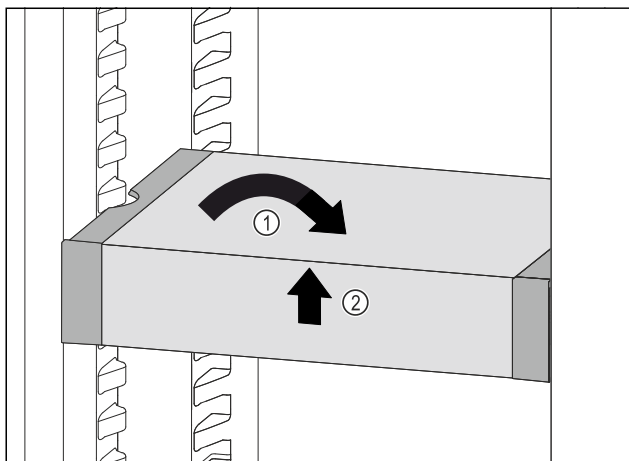

Fig. 72
- Remettre le VarioSafe droit. Fig. 72 (1)
- Soulever la partie avant du VarioSafe. Fig. 72 (2)